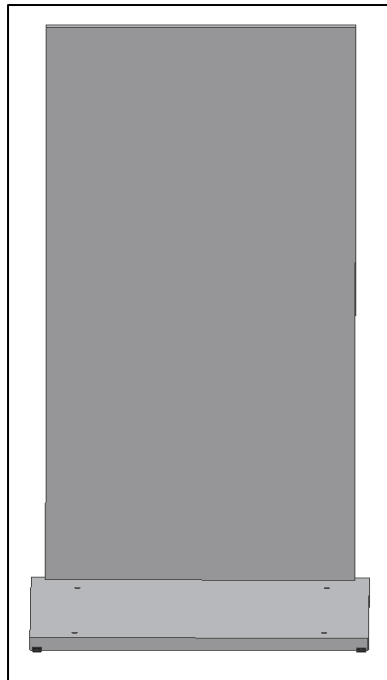

Abb. 3
- Stellen Sie die **Rückwand** auf die Bodenplatte und befestigen Sie sie (Abb. 3);